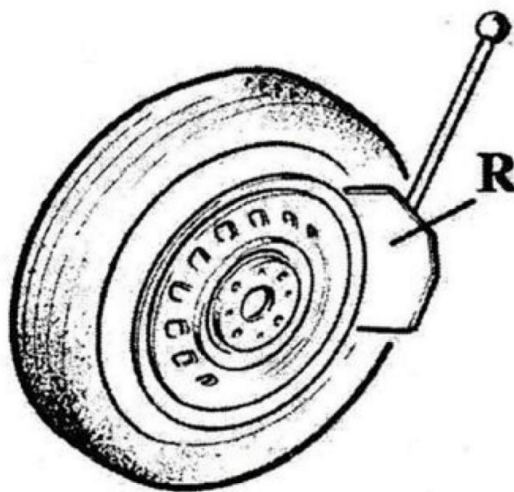

Figure 10
- ✧ Selon la figure 10, approchez la pelle de pressage (R) du bord de la jante à